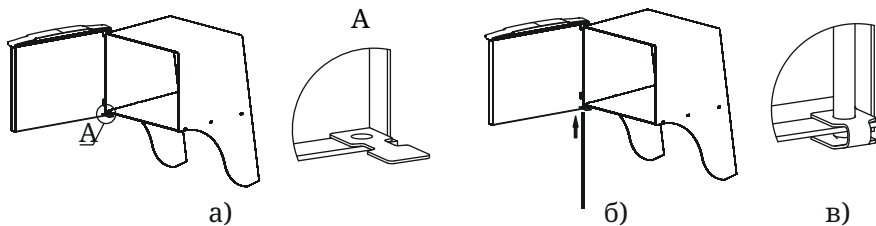

Рисунок 11. Установка дверцы при монтаже печи
2. Установите дверцу на втулки топливного канала, совместив отверстия (рисунок 11.а);
3. Совместите отверстие упора с нижним отверстием каркаса, при этом упор должен располагаться внутри каркаса (рисунок 11.а);
3. Вставьте ось через отверстия снизу вверх (рисунок 11.б);
4. Подогните упор, фиксируя конец оси между площадками упора (рисунок 11.в);